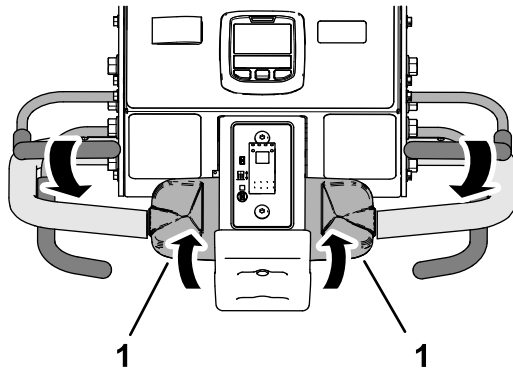

Bild 97
- Halten Sie den Schaltbügel am Lenker und drehen Sie den oberen Teil des Fahrtriebshebels langsam nach hinten (Bild 97).